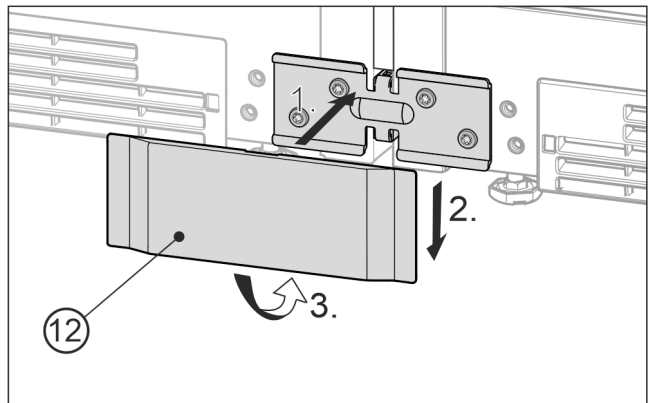

Fig. 25 Примерно изображение
- ▶ Поставете долния капак Fig. 25 (12) отпред върху ъгъла Fig. 25 (1), плъзнете надолу Fig. 25 (2) и го фиксирайте отдолу Fig. 25 (3).